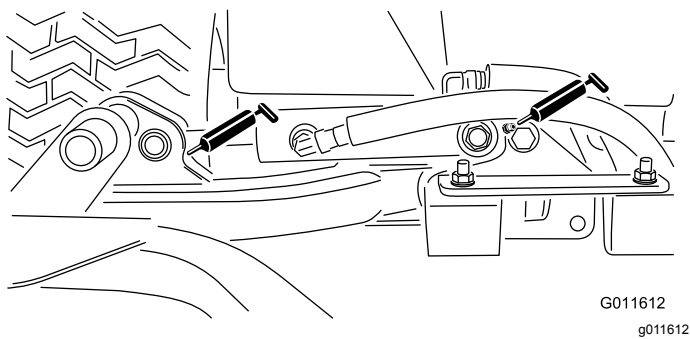

Figure 48
- Vérins des bras de relevage des plateaux de coupe (x 2) (Figure 48)
- Pivots des bras de levage (x 1) (Figure 48)